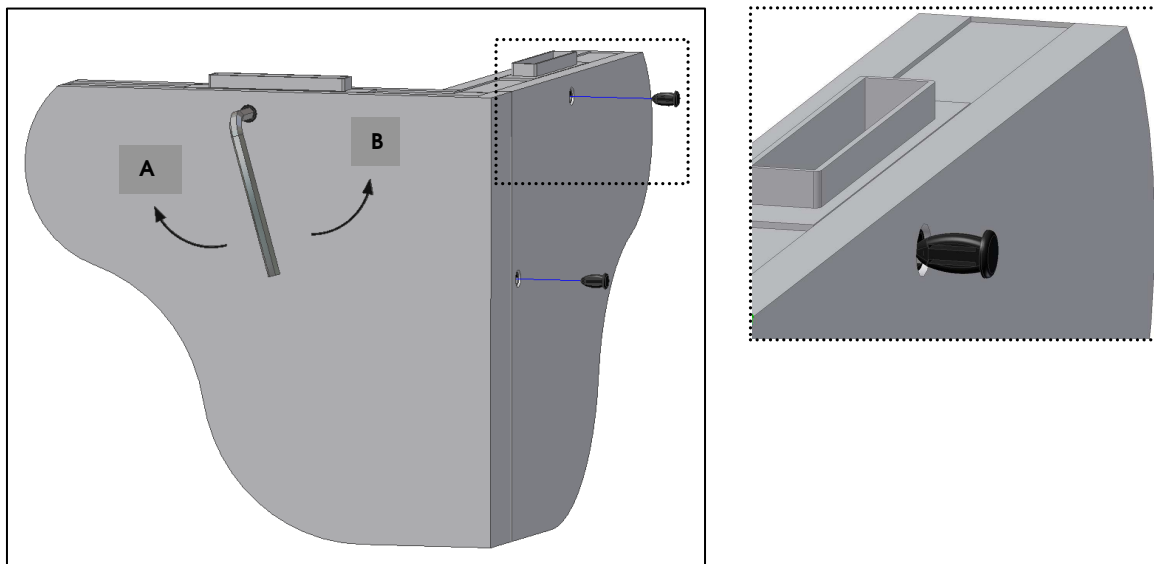

Fig. 10
- Girar la llave en el sentido de las agujas del reloj hasta apretar (Fig. 10 – Posición **A**).
- Girar la llave en el sentido contrario a las agujas del reloj hasta apretar (Fig. 10 – Posición **B**).
- Después de apretar, colocar los **tapones** en las perforaciones (Fig. 10).